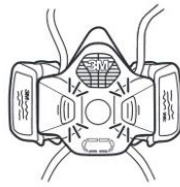

Fig. 6
2. Empurre o cartucho no conector até ouvir um clique e o botão azul de liberação do cartucho/filtro voltar à posição inicial (Fig. 6).